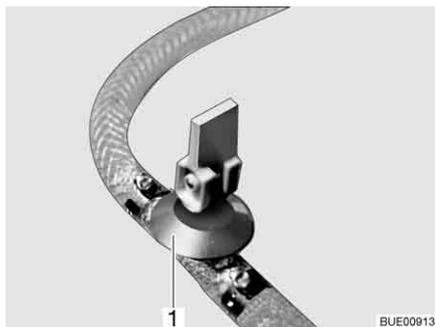
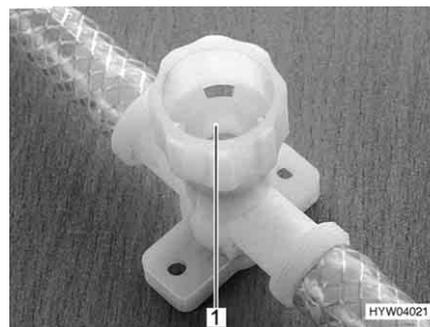

Fig. 211 Rubinetto di scarico (con leva a bilanciere)
Fig. 212 Rubinetto di scarico (con tappo a vite)
- Aprire tutti i rubinetti di scarico. Mettere la leva a bilanciere del rubinetto di scarico (Fig. 211,1) in posizione verticale o chiudere il coperchio del rubinetto di scarico (Fig. 212,1) in senso antiorario.